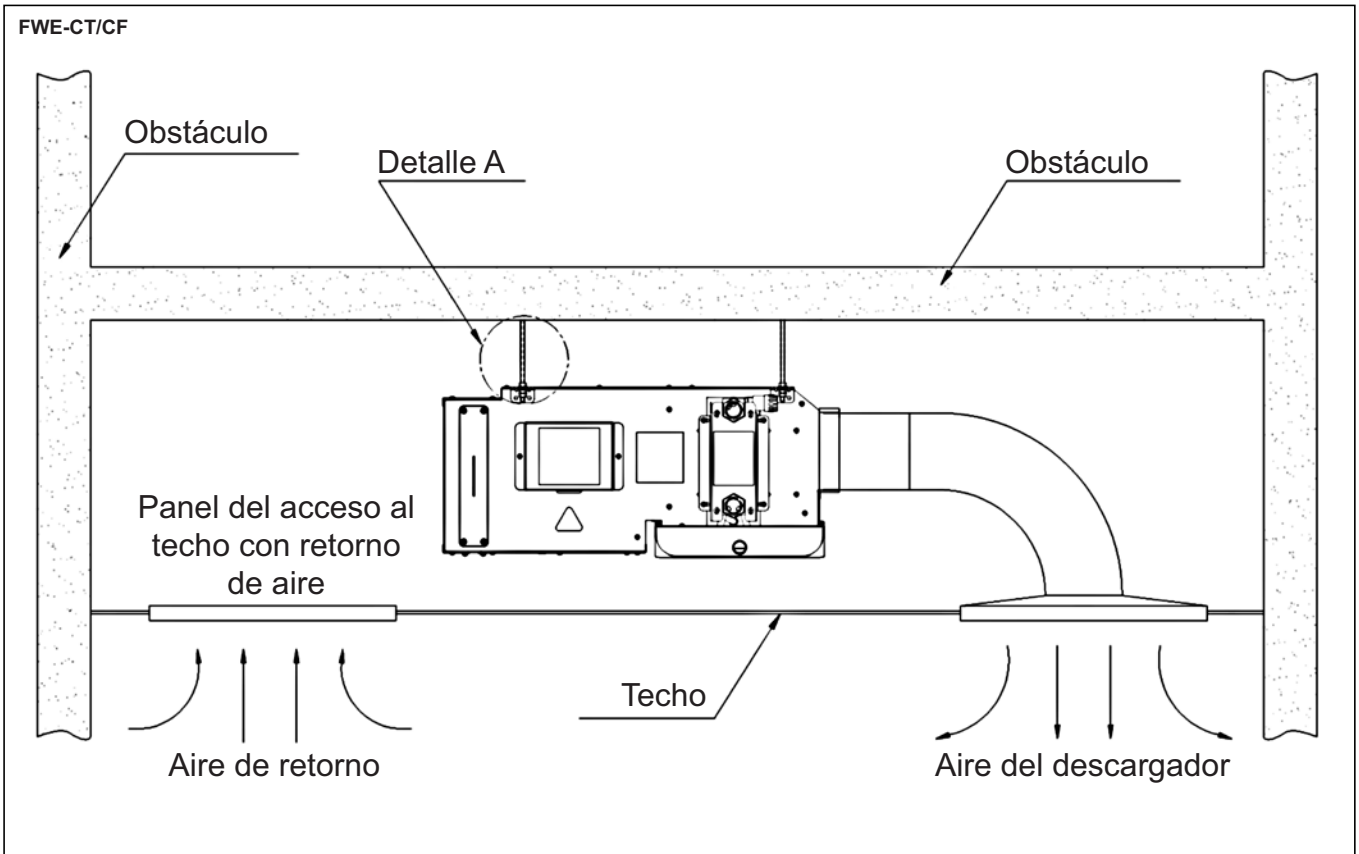
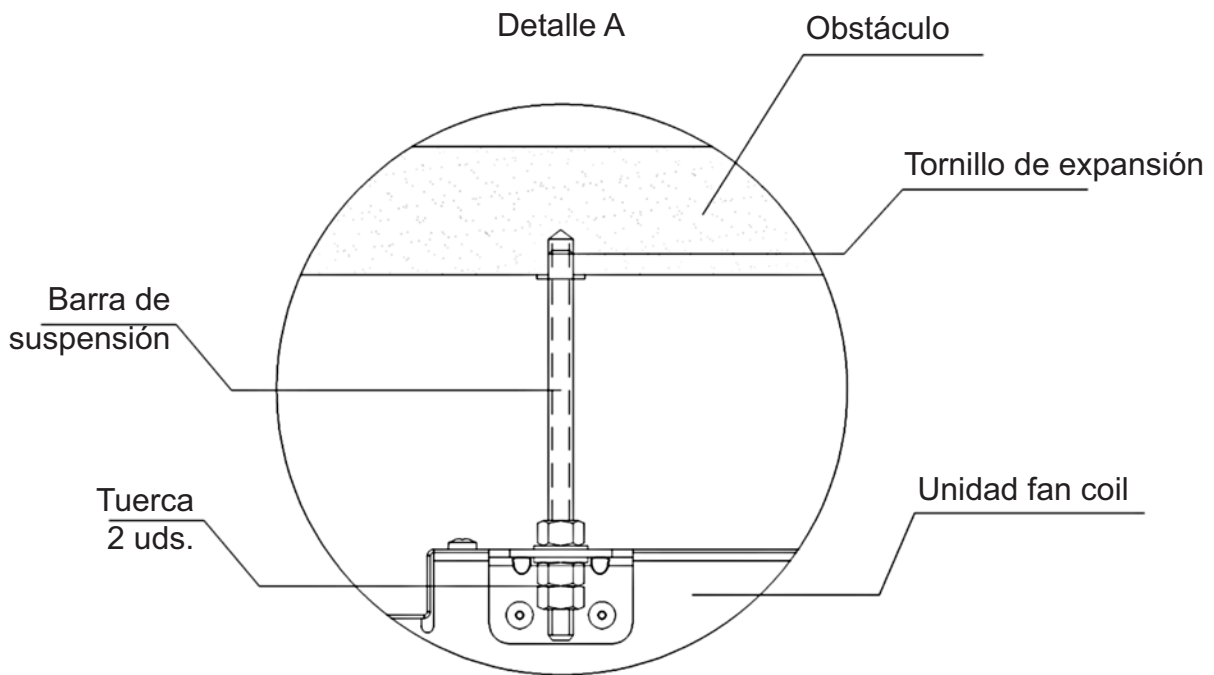
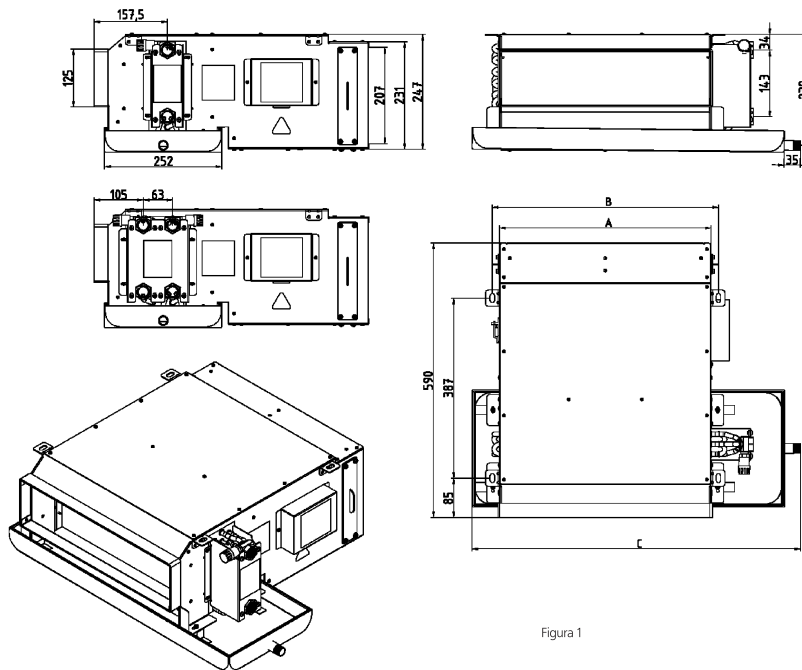

Figura 3
Figura 4
Figura 1
- Existen orificios encima de la unidad para suspenderla. Consulte la figura 1, la figura 3 y la figura 4.
- 2 Proporcione un espacio adecuado para la instalación y el mantenimiento. Consulte el tamaño de la unidad, figura 1, y el diagrama de corrección.